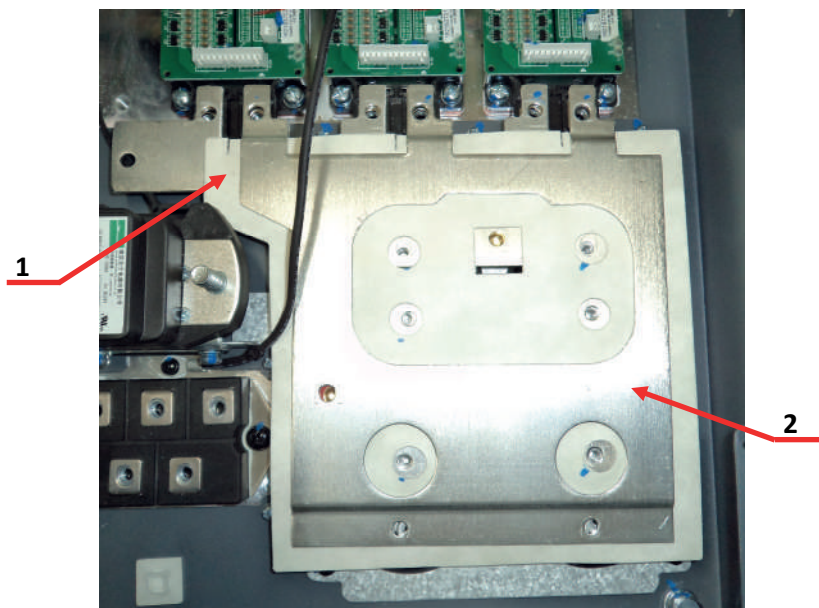

Рис.7.17
- 7.6.2. Расположить изоляционную прокладку 4.4.27 поз.1, шину 4.4.26 поз.2 (рис.7.17) сверху шин, указанных в п.7.6.1. Отверстия в шинах должны совпадать с отверстиями в клеммах конденсаторов.